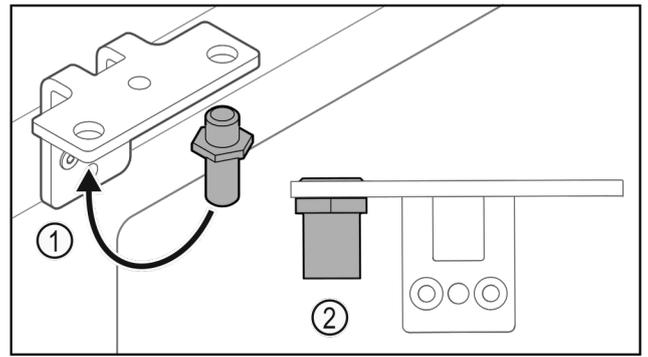

Fig. 35
uBolzen Fig. 35 (1) im Scharnierwinkel umsetzen.
uBolzen Fig. 35 (2) mit **Drehmoment von 12 Nm** anziehen.